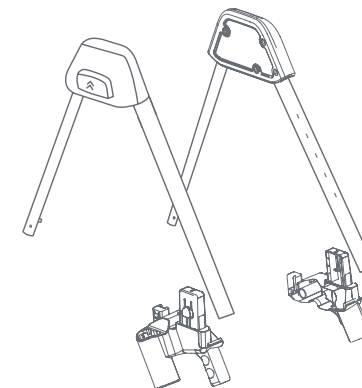

Fig. 1
- 1) • Localice los conjuntos de marcos superiores Derecho e Izquierdo y los soportes de altura (Fig. 1).
- Empareje los conjuntos de marcos superiores Derecho e Izquierdo con los soportes de altura lado Derecho e Izquierdo como se muestra en la ilustración (Fig. 1).